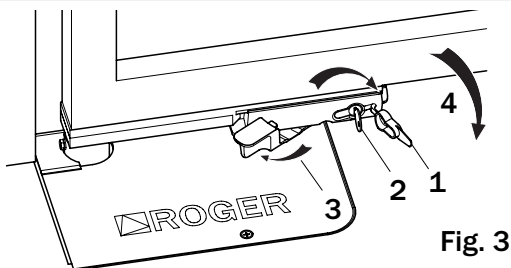

Fig. 3
(Fig. 3) Retirer le bouchon couvre-serrure (réf. 1), introduire la clé de déverrouillage, la tourner d'environ 90° vers le centre du portail et ne pas la retirer (réf. 2). Tirer avec le levier jusqu'à l'ouverture complète (réf. 3). Déplacer le portail manuellement (réf. 4).
(Fig. 3) Quite la tapa de la llave (ref. 1), introduzca la palanca de desbloqueo suministrada, dé una vuelta de 90° hacia el centro de la cancela y no la quite (ref. 2). Tire con la palanca hasta que se abra por completo (ref. 3). Mueva la cancela manualmente (ref. 4).